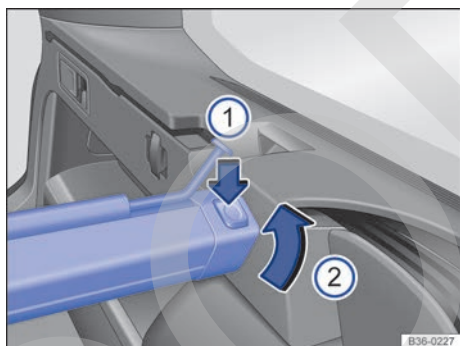

Fig. 241 En el maletero: desmontar la red de separación.
- Presione la tecla de desbloqueo izquierda o derecha → fig. 241 ① en el sentido de la flecha.
- Extraiga la carcasa del soporte en el sentido de la flecha → fig. 241 ②.
- Presione la carcasa en los soportes izquierdo y derecho en el sentido contrario al de la flecha → fig. 241 ②. La carcasa encastra.
En las teclas de desbloqueo → fig. 241 ① no deberá verse una marca roja.